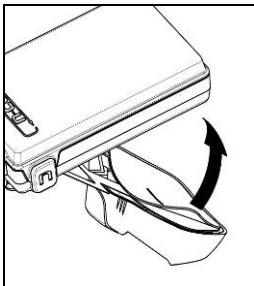

Fig. 2
- Ta helt bort kanttätningen så som visas i Fig. 2 och avlägsna även den skyddande fyllningen.
- Avlägsna skyddsfilm från den dubbelhäftande tejp som sitter på ESS-systemets baksida (Fig. 2)